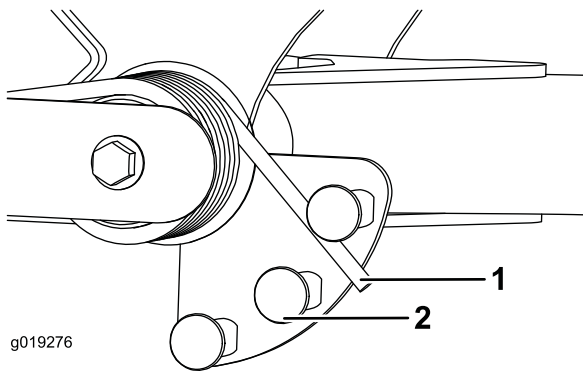

Figura 33
2. Coloque un tubo u otro objeto similar sobre el extremo largo del muelle y gírelo alrededor del actuador del muelle a la posición deseada (Figura 33).